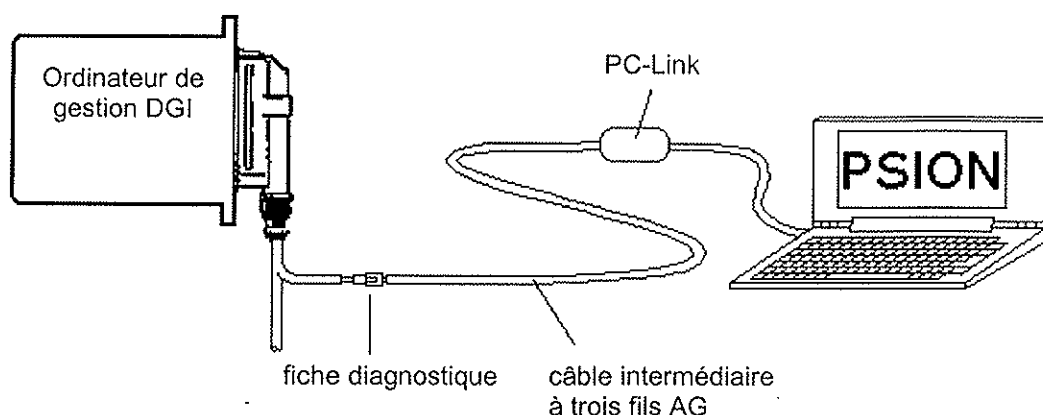

figure 5-8: La communication avec le système DGI à l'aide du Psion
Avant que le PC puisse être branché sur le système DGI, il faut que le PC soit équipé d'une interface sérielle (le Psion 3-Link) et qu'un programme de communication soit mis en marche. A l'aide d'un câble intermédiaire à trois fils la liaison entre le PC & Psion 3-Link et le faisceau DGI est établie. Dès ce moment-là les données, envoyées par l'ordinateur DGI, apparaissent sur l'écran du PC tandis qu'en même temps des chiffres/commandes éventuellement introduits peuvent être envoyés à l'ordinateur DGI (voir figure 5-8).
- Branchez le câble diagnostique sur Psion 3-Link/Psion 3/3a et branchez l'autre bout sur la fiche diagnostique à 3 pôles au connecteur principal à 35 pôles de l'ordinateur DGI (voir figure 5-8).